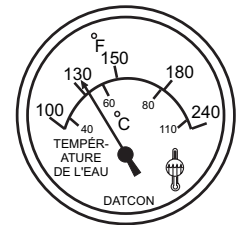

Figure 35. Jauge de Température de Réfrigérant
8. *L'indicateur de température du réfrigérant* (Figure 35) indique la température du réfrigérant. Normalement, la température du réfrigérant doit se situer dans la **zone verte** entre 180~221 °F (82~105 °C).